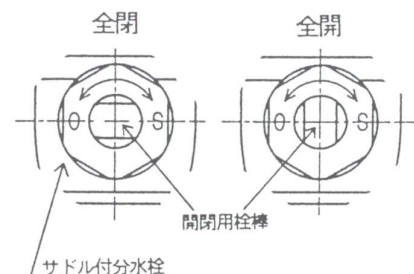
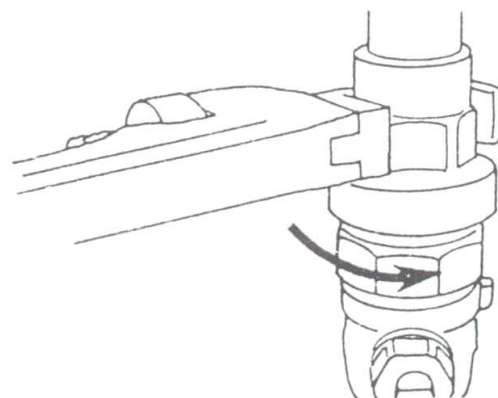

図 8
図 12
（「O」方向）に回し、全開にする。(図 8)
- ①サドル付分水栓の開閉用栓棒を、工具でゆっくりと「S」方向に回し全閉にする。(図 8)
- ②本体ねじ軸の上部から挿入ハンドルを外す。
- ③アダプタから本体をパイプレンチで外す。(図 12)